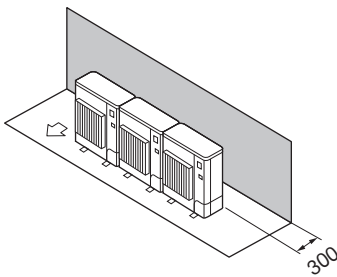

Fig. 2-12
- ① มีลิ่งกีดขวางที่ด้านหลังเท่านั้น (Fig. 2-12)